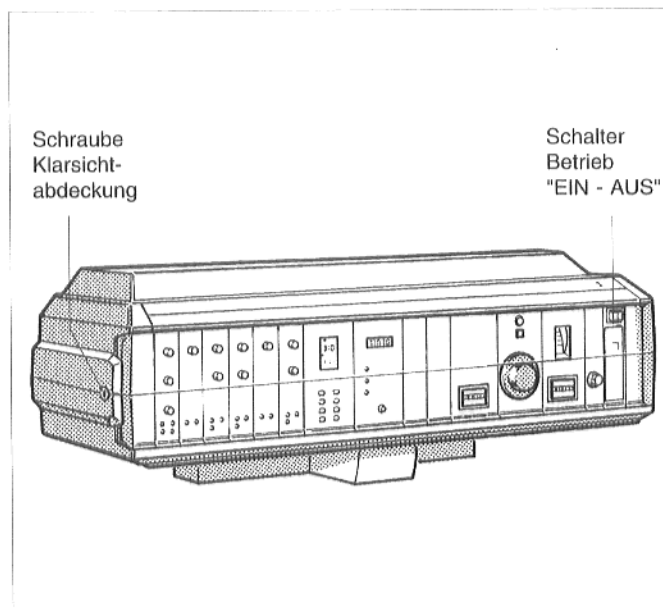

Abb. 38: Regelsystem 3000
Schraubenschlitz der Klarsichtabdeckung des Regelgeräts (Abb. 38) in waagerechte Stellung bringen, z.B. mit einer Münze. Klarsichtabdeckung nach vorne abnehmen.
- Schalter Betrieb (Abb. 38 bzw. 39), bei Doppelkessel bei beiden Regelgeräten, in Stellung 0 (AUS) stellen.